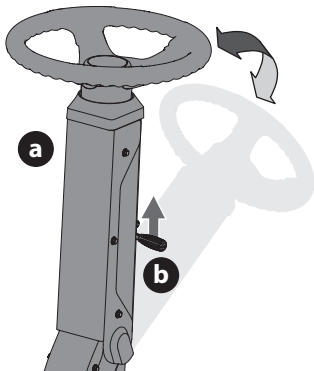

Figure 14
1. Pour faire incliner la colonne du volant de direction (a) vers l'avant, tournez le levier de réglage (b), placez la colonne du volant de direction (a) à la position désirée, puis relâchez le levier de réglage (b) pour fixer la colonne du volant de direction (Figure 14).